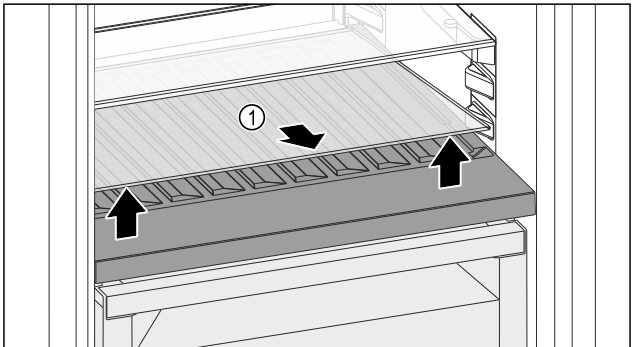

Fig. 108
► 抬起前部槽上的玻璃隔板 Fig. 108 (1) 并取出。
► 将玻璃隔板 Fig. 108 (1) 稳妥地放在冰箱外。